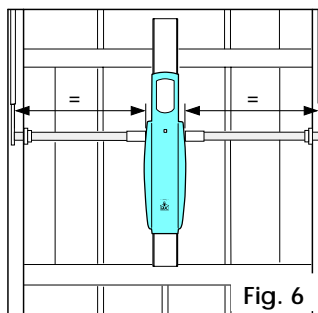
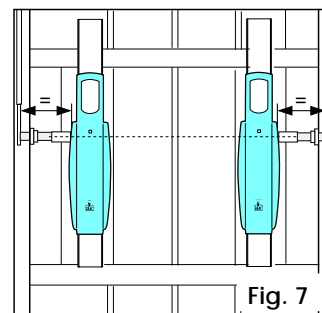

Fig. 6
Fig. 7
Respetando las medidas indicadas en la tabla 1, colocar un solo actuador (550 I) en el centro de la puerta como en la Fig. 6 o dos actuadores (un 550 I y un 550 Slave) a los lados de la puerta, como en la Fig. 7.
5) Engranar los tubos de transmisión en el árbol y cortarlos a medida tal como se ilustra en las Figs. 6 e 7.